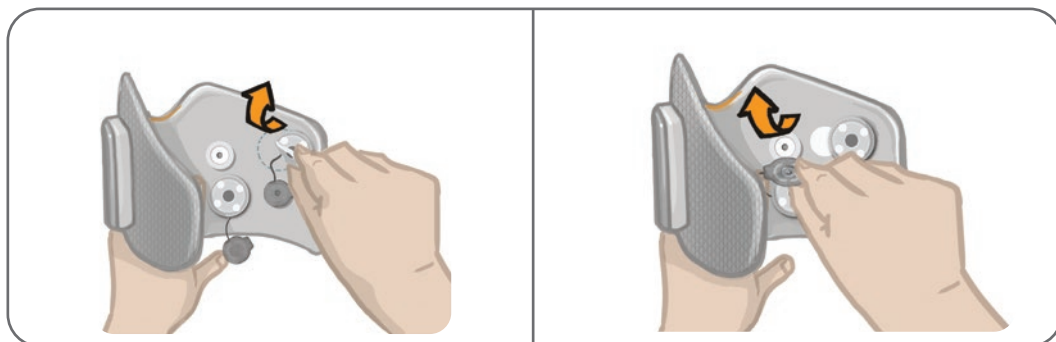

Figura 8-9: Fissaggio delle nuove basi per elettrodi (sinistra)
5. Attaccare le nuove basi per elettrodi dove erano posizionate le precedenti (Figura 8-9).
6. Collegare i bottoni automatici delle basi per elettrodi ai fori di connessione (Figura 8-9).